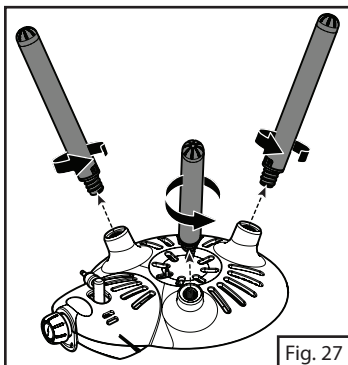

Fig. 27
2. Ponga la estufa de cabeza sobre una superficie plana y suave. Gire las patas de la base del horno en sentido antihorario para sacarlas (Fig. 27).